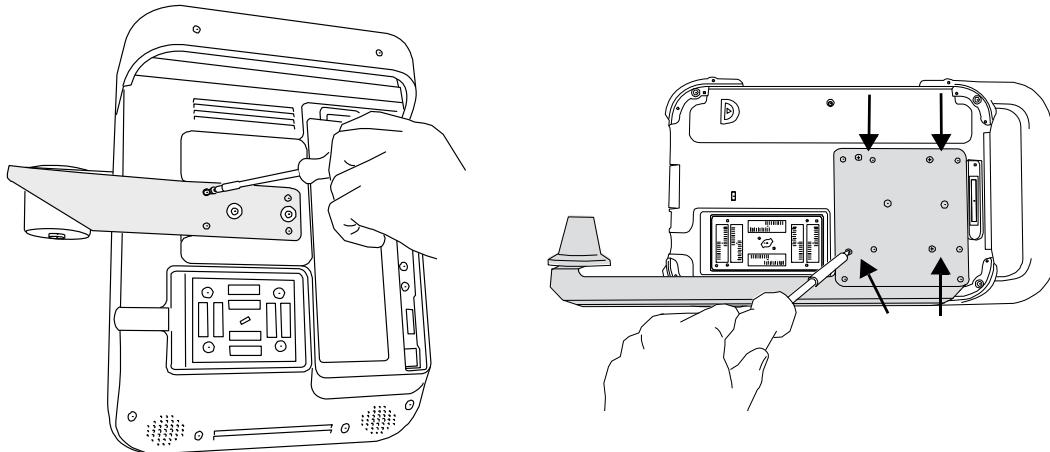

Figura 2 Coloque los tornillos en el soporte del transductor: S Series (a la izquierda) y NanoMaxx (a la derecha)
- Con un destornillador Phillips, apriete los cuatro tornillos. Consulte Figura 2.
- ❖ Con un destornillador Phillips, afloje los cuatro tornillos de la parte trasera del soporte del transductor. Consulte Figura 2.